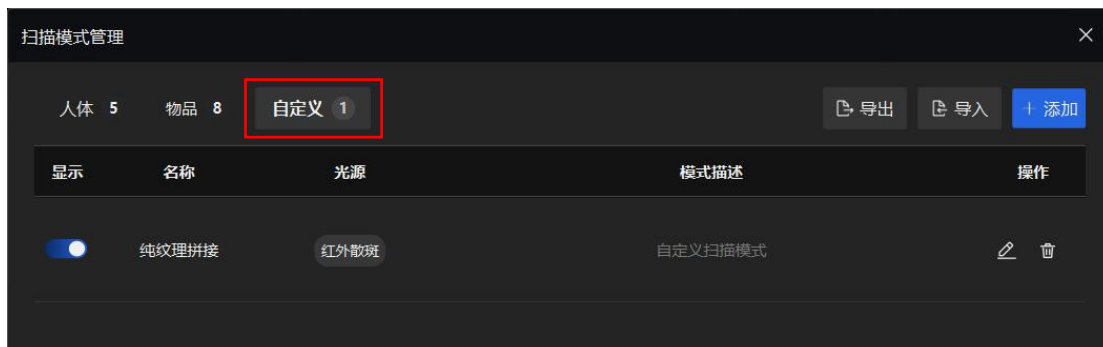

图 7-8 自定义模块及自定义模式管理
专属自定义模式设置完毕后，点击“确定”按钮，自定义模式将保存至扫描模式的“自定义”模块中，如图 7-8 所示。
- **允许增加标记点**：扫描时如果遇到拼接不流畅的情况，可以在标记点稀疏的地方及时补几个点，打开“允许增加标记点”选项后继续扫描（该选项在扫描前和扫描时均可打开），如图 7-8 所示。